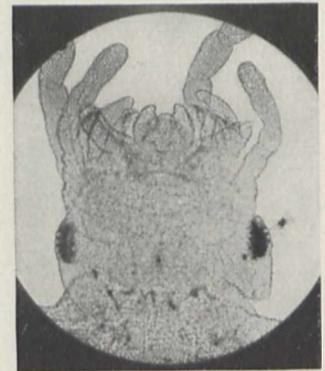
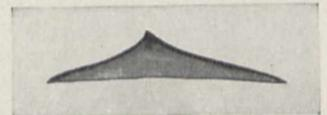

Bild 6. Embryo eines Ohrwurms mit winzigem Eizahn hinter der Verbindungslinie der Augen
Bild 7. „Eizahn“ einer Mückenlarve
*Bild 6. Treffer in die Luftschraube des linken Motors einer Ju 52. Der Motorvorbau war infolge der Unwucht der Schraube an mehreren Stellen herausgerissen, blieb aber noch an den Tragteilen am Gerüst hängen. Die Flugfähigkeit der Maschine wurde dadurch nicht beeinträchtigt*
*Bild 7. Die Austauschbarkeit großer Flugzeugteile erleichtert und beschleunigt die Reparatur beschädigter Flugzeuge außerordentlich. Hier wird ein kompletter Rumpfvorderteil mit durchgehendem Flügelmittelstück und fertig eingebautem Mittelmotor einer Ju 52-Transportmaschine auf einem besonderen Hilfsfahrwerk angefahren*
Bild 6 und 7. Farbige Kränze oder Glorien um den eigenen Flugzeugschatten erscheinen mitunter dem Flieger, wenn er eine Wolkendecke nach oben durchstoßen hat. In Bild 6 (links) ist auch dieser als dunkler Fleck sichtbar
eine Wolkendecke nach oben durchstoßen hat und um den Flugzeugschatten auf der Wolkendecke farbige Ringe sieht. Die Schwarzweiß-Wiedergaben in Bild 6 und 7 zeigen nur 2 bzw. 1 solcher Ringe; bei Bild 6 ist dabei deutlich der Flugzeugschatten auf der Wolke zu erkennen. Die
füßlern wiederfinden, bei denen es ja ebenfalls feste Eihüllen zu eröffnen gibt. Zum Teil sind diese Eizähne, wie sie auch hier meist genannt werden, wegen ihrer Kleinheit erst spät entdeckt worden. Einen winzigen Chitinzahn hat z. B. der schlüpfende Ohrwurm auf dem Kopfe, hinter der Verbindungslinie der Augen (Bild 6). Da hier zugleich mit dem Schlüpfen bereits die erste Häutung vor sich geht — die Haut bleibt gewöhnlich an der Schale hängen —, so wird das Tier seinen Eizahn sofort nach Gebrauch wieder los. Sehr klein ist auch der — meines Wissens erst 1920 durch *Breßlau* entdeckte — Eizahn der Stechmückenlarven; bei *Culex pipiens* hat er eine auffallend breite Basis (Bild 7) und sitzt etwa auf der Verbindungslinie der Augenvorderränder. Seine Höhe beträgt wenige Tausendstel Millimeter. Den Eizahn der jungen Flohlarve sah schon *Rösel von Rosenhof* (1705—1759), ohne zu wissen, was das „gelbbraune Flecklein“ an der Stirn des sonst weißen Tieres bedeute. Auch Köcherfliegenlarven besitzen zum Sprengen